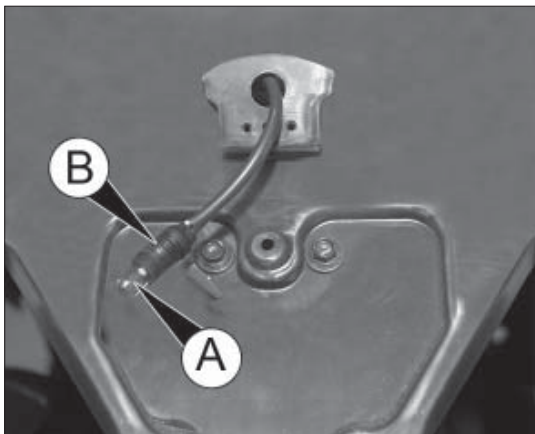

Abb. 7
- die Lampe A Abb. 7. von der Lampenfassung B trennen.
- Die defekte Lampe ersetzen und die neue Lampe in die Lampenfassung B Abb. 7. einsetzen und sicherstellen, dass sie ordnungsgemäß eingesetzt ist;